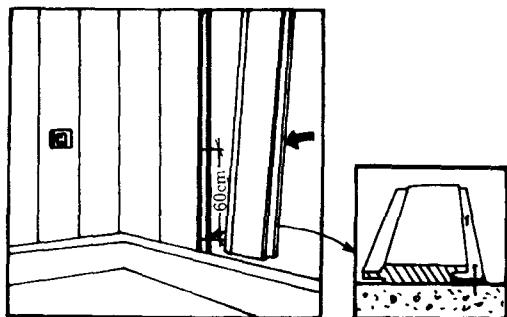

图 1-18 扣板的安装
④ 全高型护墙扣板的安装。先将第一块扣板的凸槽锯掉，用刨子刨平，然后从墙角开始，槽凸出部分每隔 60cm 按一枚 4.9cm(1.5 寸)的钢钉，槽榫相接处无需涂胶。每拼一块都必须用锤子敲紧，并用尺子校正，最后一块需在扣板背面涂上专用胶，如图 1-18 所示。